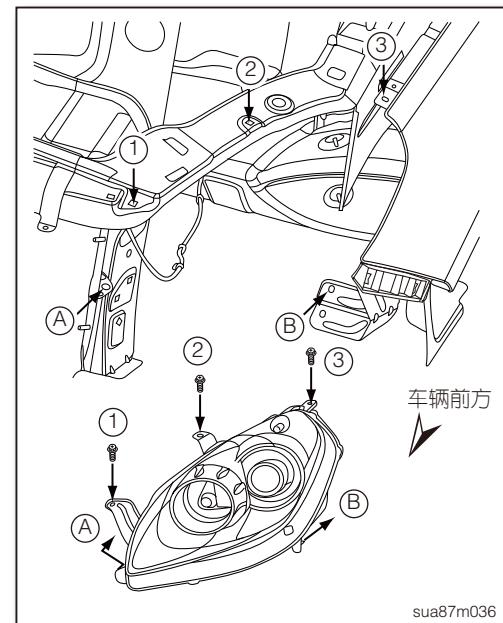

图 7
2. 拆下头灯总成固定螺丝 ① ~ ③ (如图 7)。
3. 拆开头灯总成卡角 Ⓐ、Ⓑ (如图 7)。